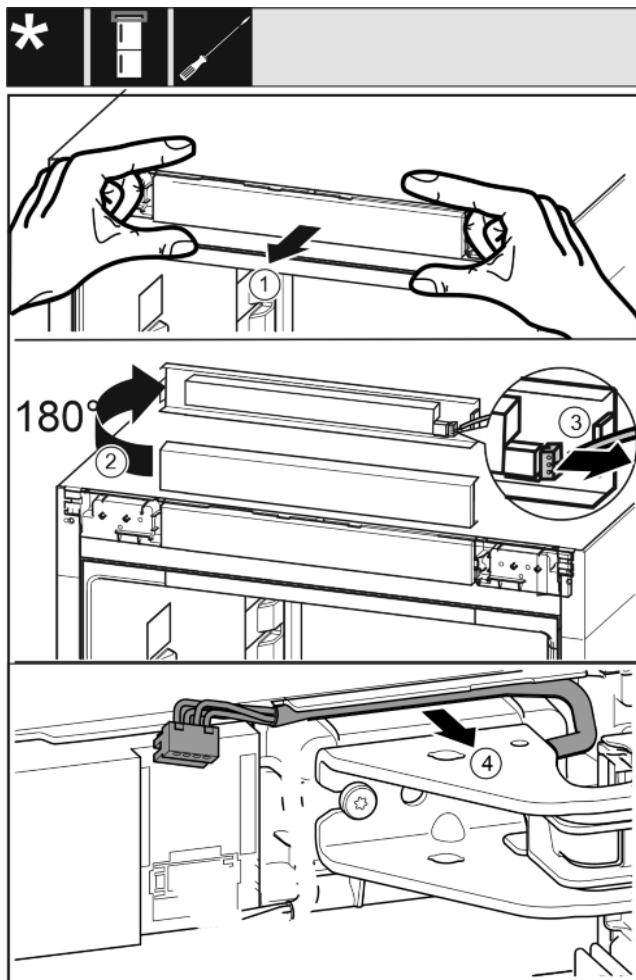

Fig. 15
- ▶ Oprezno odvojite masku uređaja za rukovanje prema naprijed. Fig. 15 (1)
- ▶ Okrenite masku za rukovanje prema gore za 180°. Fig. 15 (2)
- ▶ Pritisnite jezičac prema natrag i oprezno izvucite utikač. Fig. 15 (3)
- ▶ Oprezno otpustite kabel iznad podloška ležaja iz vodilice. Fig. 15 (4)